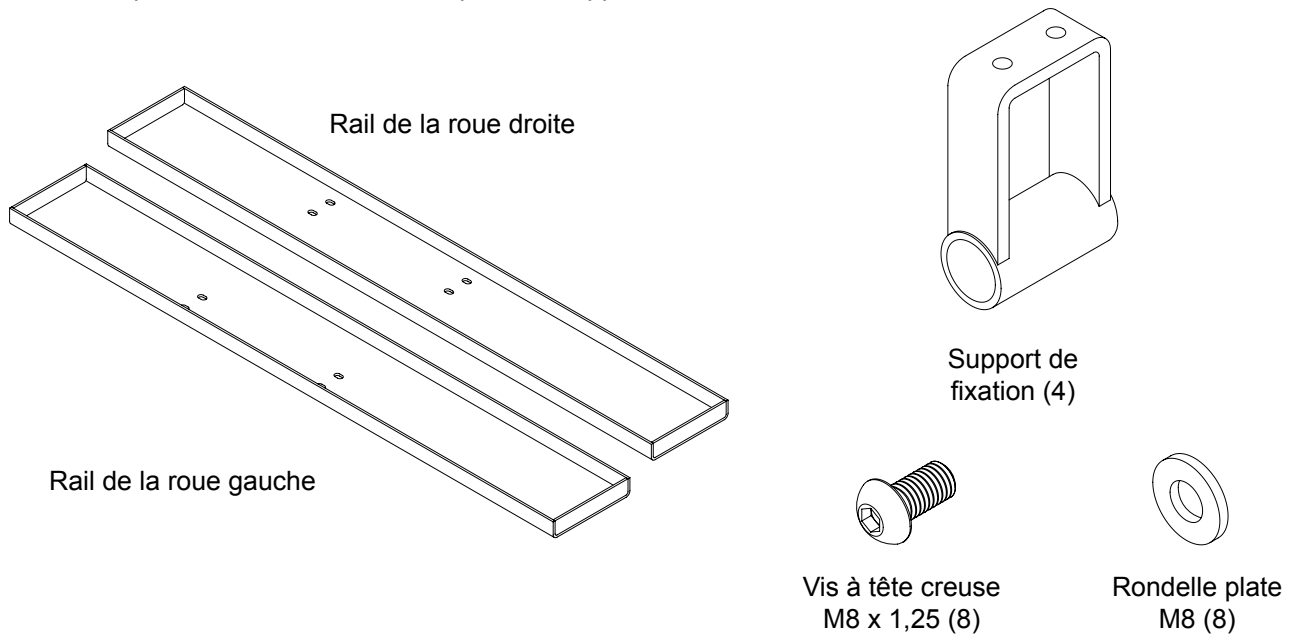

Figure 1 : Pièces de l'adaptateur pour lève-tondeuse
1. Retirez le produit de son emballage, assurez-vous que tous les composants sont présents (voir figure 1).